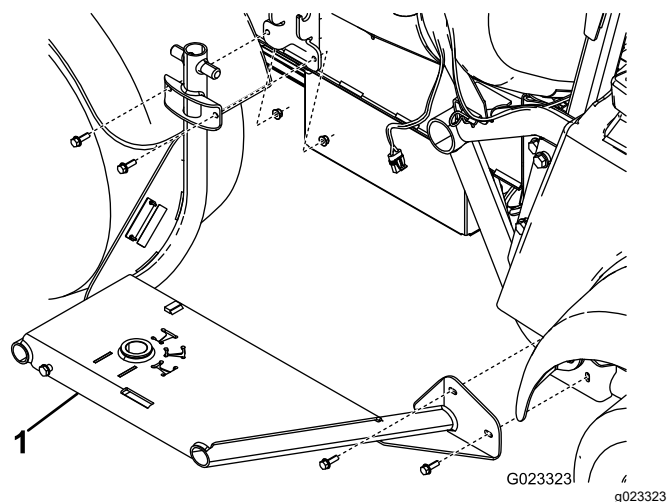

Figure 8
1. Fixez le cadre du dévidoir sur le côté de la machine au moyen de 4 boulons (5/16") et 4 écrous à embase (5/16"), comme montré à la Figure 8.